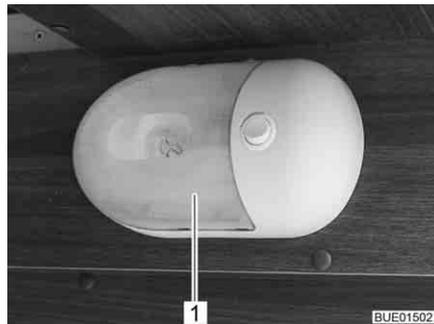

Fig. 192 Lampada a parete
- Comprimere leggermente sui due lati la copertura trasparente (Fig. 192,1), staccarla appena dall'interruttore e tirarla in avanti.